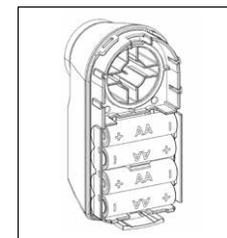

Fig. 6
- 4 Insira quatro pilhas novas. Preste atenção à polaridade correta de acordo com o desenho no compartimento da pilha (fig. 6).